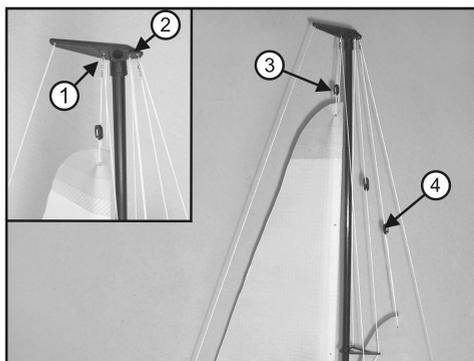

Bild 8
- Clipsen Sie wie in Bild 8 Pos. 1 gezeigt das Spannseil des Großsegels an den „Masttop“ des Masts.
- Clipsen Sie wie in Bild 8 Pos. 2 gezeigt das Spannseil des Vorsegels an den „Masttop“ des Masts.